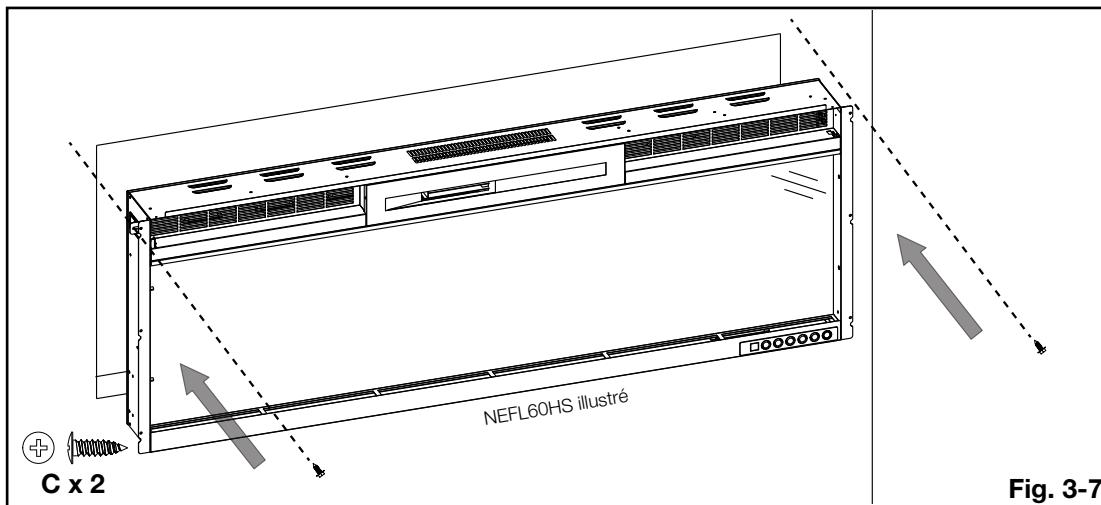

Fig. 3-7
- C. Insérez l'appareil aussi loin que possible/souhaité dans l'ossature, puis le-fixez en installed 2 vis (fournies) au travers les supports métalliques (**Fig. 3-7**).